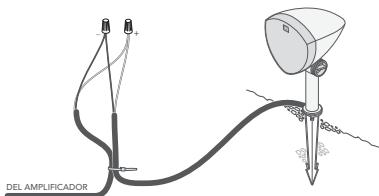

Figura 7
- Empezando por el altavoz más alejado del amplificador, pele 3/4 de pulgada de aislamiento en el extremo cortado de los cables de entierro para el canal de amplificador apropiado, según las tablas siguientes; a continuación, pele el aislamiento de los extremos del cable flexible del altavoz correspondiente (ver figura 7).
- Conecte el cable de entierro al cable flexible del altavoz con una brida de alambre (ver figura 7).